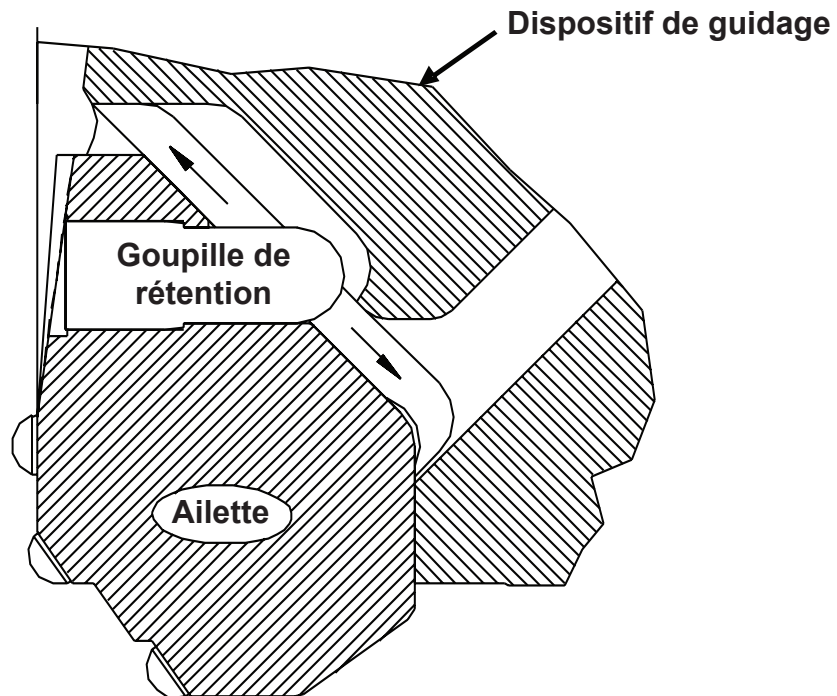
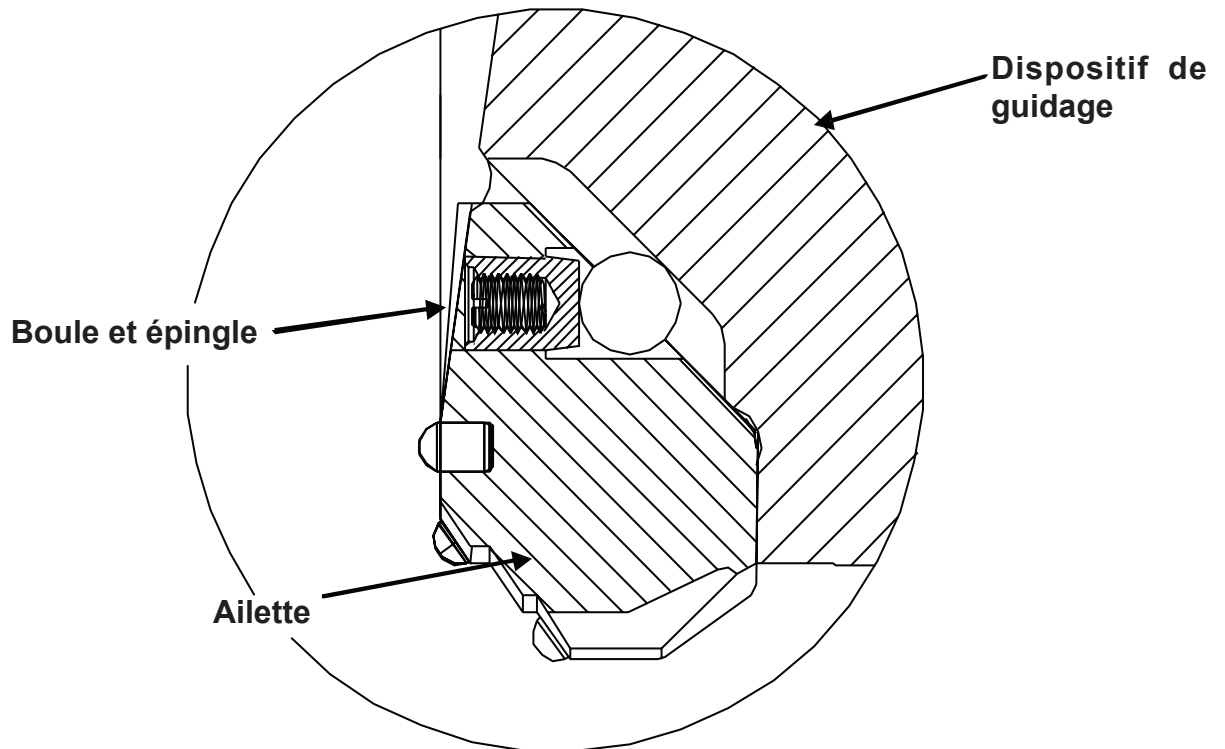

Figure 6. Types de broches de rétention
Figure 7. Rétention des billes et des goupilles
1. Le retrait de l'aile pour ce style de mors est le même que ci-dessus (pour la goupille de rétention dans les ailes). **(Figure 6)** La seule différence est qu'au lieu d'une broche solide d'une seule pièce, une broche plus courte et une boule contiguë est utilisée. Le Pin est monté sur l'Aile et la Balle est située la moitié dans un lamage sous la goupille et la moitié dans une rainure du dispositif de guidage. **(Figure 7)**
Avec les ailes en place, insérez l'extrémité bombée des goupilles de retenue solides dans le trou des ailes. Une fois que les goupilles ont été démarrées directement avec le trou, martelez les goupilles dans placez-les jusqu'à ce qu'elles reposent contre la face dans le lamage. Grandes goupilles de rétention en grand Super Jaws, ont un ajustement serré considérable. Ces goupilles nécessitent une force importante pour s'asseoir eux correctement. Les goupilles doivent être lubrifiées avec une graisse ou une huile appropriée pour faciliter l'Assemblée. **(Figure 6)**
Poussez l'aile vers le haut vers le centre du dispositif de guidage, jusqu'à ce que les billes puissent être placées dans les lamages au bas des ailes. Une fois les boules en place, laissez les ailes retomber dans leur position de coupe et assemblez les goupilles à partir du haut de l'aile comme décrit à l'étape ci-dessus. **(Figure 7)**